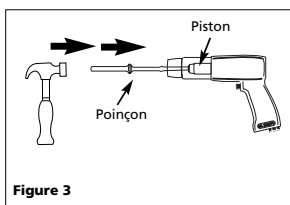

Figure 3
2. Essayer de dégager le piston bloqué en utilisant le poinçon (Voir Figure 3).